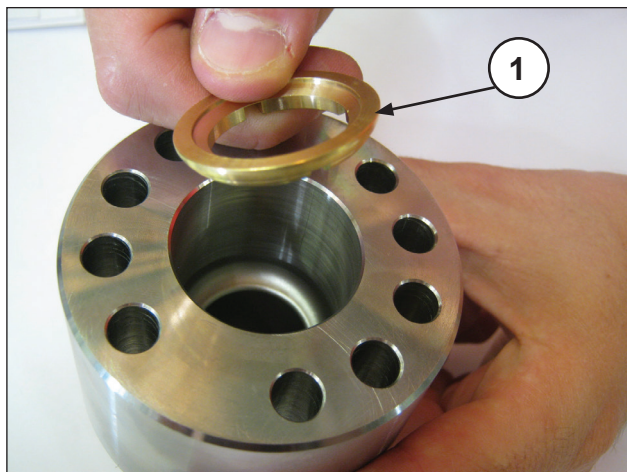
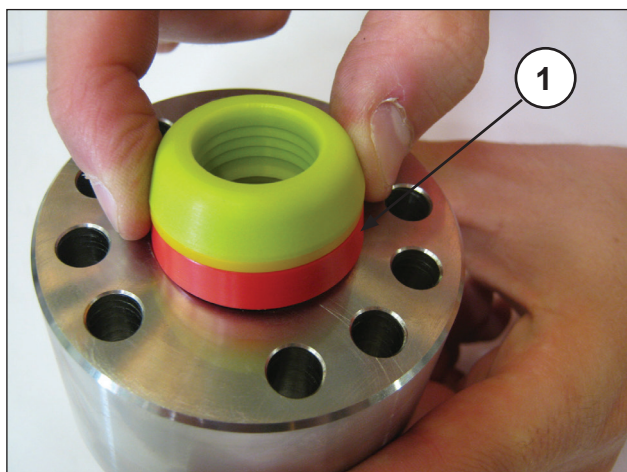
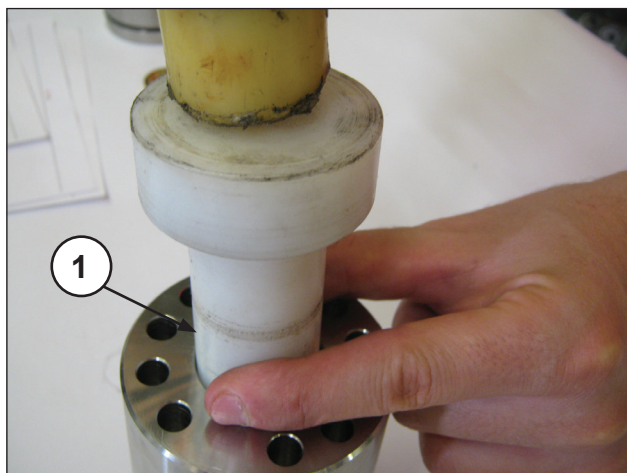

Fig. 132
Fig. 133
Fig. 134
- Introdurre nel supporto guarnizioni H.P. l'anello di testa (pos. ①, Fig. 132) e a seguire il pacco H.P. (alta pressione); data la leggera interferenza tra la tenuta e il supporto guarnizioni H.P., per evitare eventuali danneggiamenti si consiglia l'utilizzo di un tampone in materiale plastico (pos. ①, Fig. 133 e Fig. 134).
La tenuta H.P. deve essere introdotta nel supporto come indicato in Fig. 133 e Fig. 135.